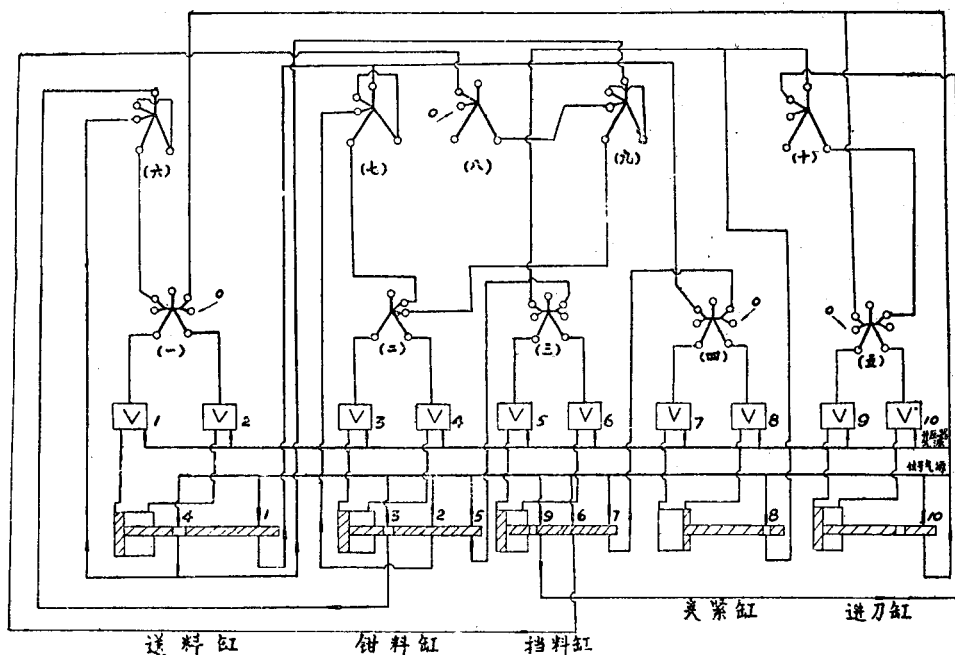

图 4-8
整个控制过程是一个行程程序控制过程。其线路见图 4-8
- (1) 开车前要使所有气缸复位到如图 4-8 所示位置；
- (2) 元件控制孔处有“ Σ ”者，表示要在工作前置零；
- (3) 首先打开信号及元件气源，然后打开升压器气源；
- (4) 升压器气源打开后，因元件（一）左端有输出，经过升 1 使送料缸送料，并使信号孔①接通，发出信号①。信号①分为两路：一路作为元件（七）的气源，这时元件（七）左端有输出，使元件（二）左端也有输出，经过升 3，使钳料缸小进，并使信号孔②通；信号①的另一路作为元件（四）的左端信号，使元件（四）输出切换至右端，通过升 8 使夹头松